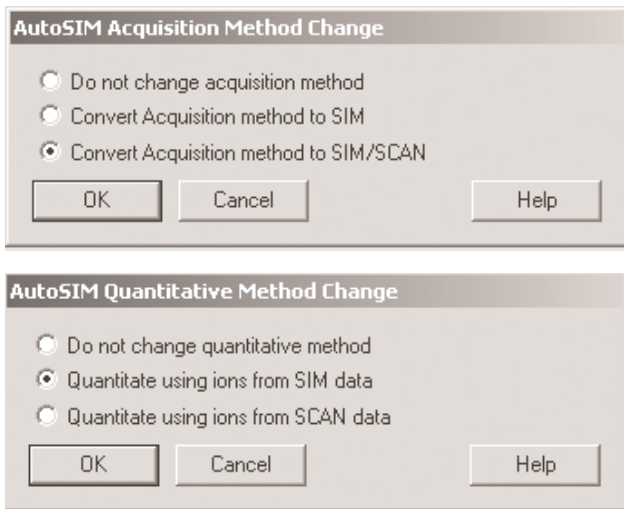

図 4. メソッド選択パラメータ
4. レポート印刷のためにパネルが表示された後に、新しいメソッドでは別のパネルに 3 つのオプション (図 4) が用意されます。そのオプションとは、変更なし、SIM メソッドの作成、SIM/Scan メソッドの作成です。SIM/Scan メソッドオプションを選択します。